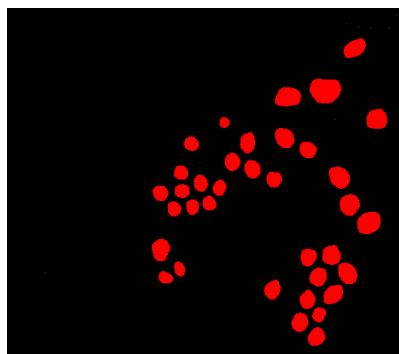

図 3-5. 円形粒子を分離する
- OK をクリックして、このステップをスクリプトに追加します。この時点で、図 3-5 に示すように、画像に円形粒子のみ含まれます。